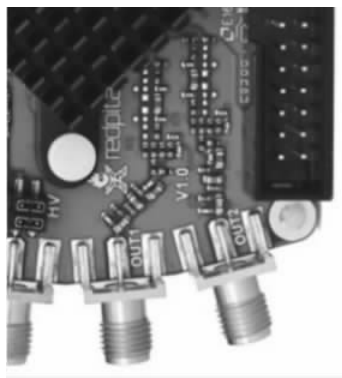
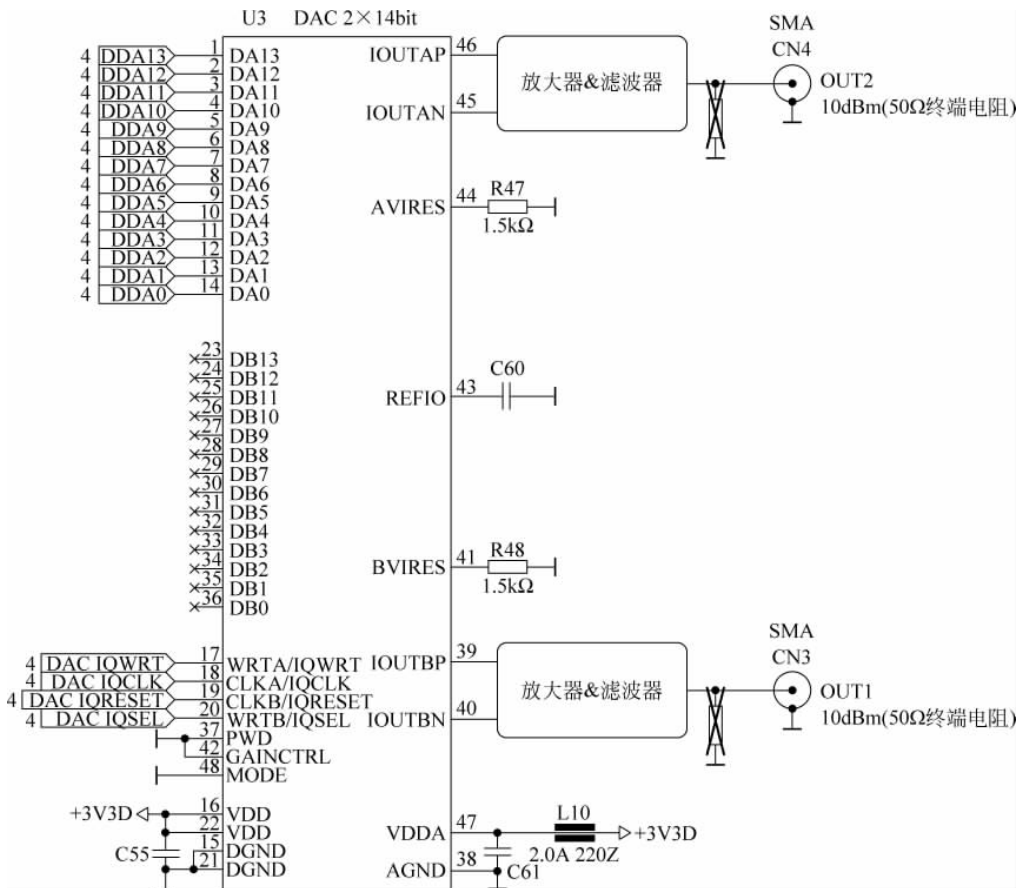

图 3-26 Red Pitaya 开发板的 SMA 连接器
图 3-27 输出通道原理图
(7) 满量程功率: $>9\text{dBm}$ 。典型值: 1MHz 正弦功率电平为 9.5dBm 。输出功率受压摆率限制。
(8) 输出转换速率限制: $200\text{V}/\mu\text{s}$ 。
(9) 连接器类型: 连接到 Red Pitaya 开发板接口上的 SMA 连接器必须符合 MILC 39012 的标准规范,且接口中心的针头具有合适的长度,否则安装在 Red Pitaya 开发板中的 SMA 连接器将损坏开发板接口部件,同时开发板上的 SMA 连接器的中心针头将会松动,并损坏电路板,由于机械损坏(焊盘从电路板上脱落)造成的问题,电路板将无法修复。Red Pitaya 开发板的 SMA 连接器如图 3-26 所示,输出电路如图 3-27 所示。